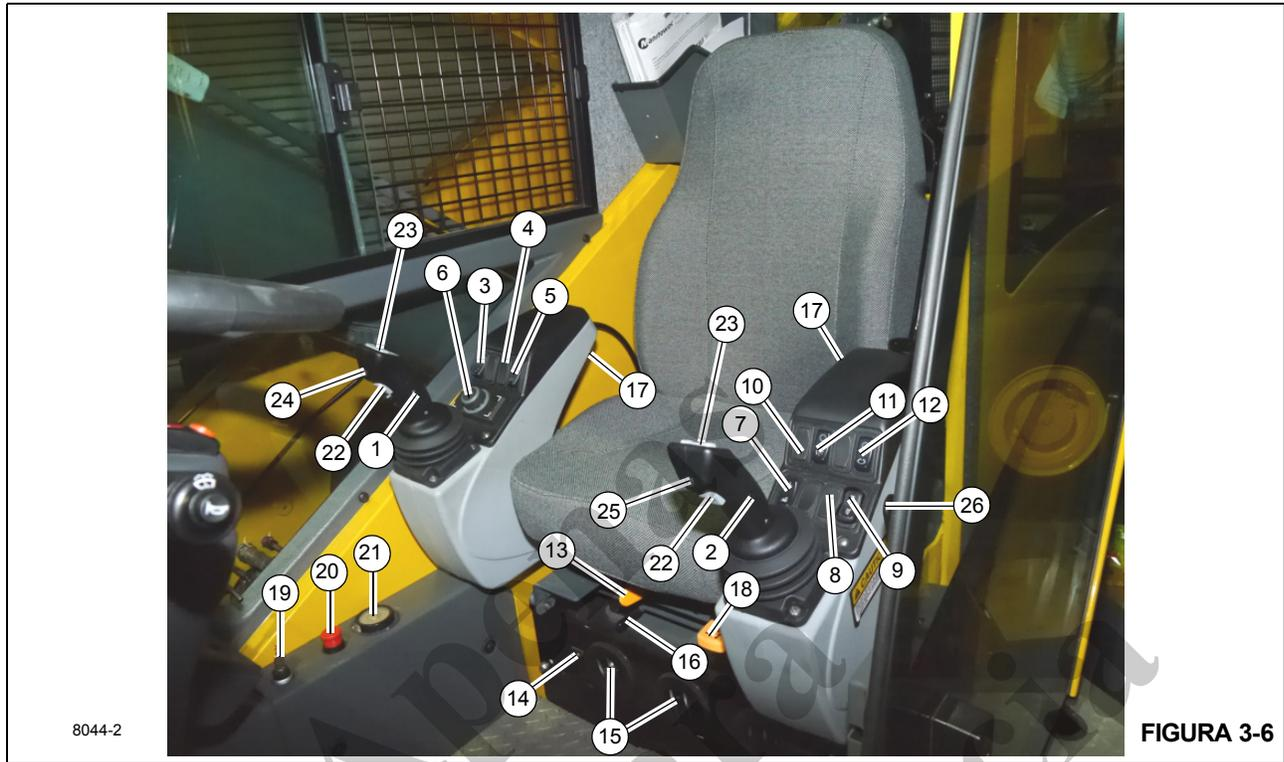

Figura 3-6 Números dos itens
A alavanca de controle de elevação da lança/guincho principal (1) (Figura 3-6) localiza-se no apoio de braço direito. Quando empurrado para a direita o controlador abaixa a lança, empurrado para a esquerda ele eleva a lança.
A alavanca de controle do giro/telescópio ou do giro/guincho auxiliar (Swing/Tele ou Swing/Aux) (2) (Figura 3-6) localiza-se na extremidade do apoio de braço esquerdo. A alavanca controla o giro e, quando o guindaste não está equipado com um guincho auxiliar, as funções do telescópio. Quando equipado com um guincho auxiliar, a alavanca controla as funções do guincho auxiliar e de giro e as funções do telescópio são controladas por meio de um pedal.
A chave de ativação do guincho principal (3) (Figura 3-6) é uma chave temporária localizada no apoio de braço direito. Pressione uma vez para ativar o guincho; pressione novamente para desabilitar o guincho. Pressionar a chave duas vezes rapidamente ativa o guincho em velocidade máxima. Pressionar uma vez e segurar a chave por cerca de 2 segundos também ativa velocidade máxima.
A chave de contorno de elevação da lança (4) (Figura 3-6) é uma chave de duas posições que, quando instalada, localiza-se no apoio de braço direito. Quando a função de elevação estiver ativada em uma condição de bloqueio do RCL, ativar a chave de contorno de elevação da lança ativará a elevação da lança.
A chave de ativação da função de elevação (5) (Figura 3-6) é uma chave temporária que ativa a elevação e o abaixamento da lança.
O controle do indicador de solavanco (6) (Figura 3-6) está localizado no descanso de braço direito. Ele seleciona e escolhe funções nas telas para navegar pelo Sistema de controle do guindaste.
A chave de ativação da função de elevação do estabilizador (7) (Figura 3-6) permite que o operador alterne entre extensão/retração dos estabilizadores e elevação/abaixamento dos macacos. Pressione e segure essa chave para forçar o mostrador inferior a alternar a página do estabilizador.
A chave de bloqueio do diferencial (8) (Figura 3-6) localiza-se no apoio de braço esquerdo. Ela aciona a função de bloqueio do diferencial para obter uma melhor tração, quando a tração em quatro rodas estiver selecionada, em superfícies de ruas ou estradas ruins. Ela pode ser ativada por um máximo de 30 segundos por vez.
A chave de controle da direção traseira (9) (Figura 3-6) tem três posições, centralizada por mola na posição desligada e está localizada no apoio de braço esquerdo. Pressione a parte inferior da chave para acionar uma válvula de controle para virar as rodas traseiras para à esquerda fazendo com que o guindaste vire para a direita. Pressione a parte superior da chave para acionar uma válvula de controle para virar as rodas traseiras à direita fazendo com que o guindaste vire para a esquerda. Quando as rodas não estiverem centralizadas, o ícone Rodas não centralizadas acende no mostrador
A chave de ativação do guindaste auxiliar (10) (Figura 3-6) localiza-se no apoio de braço esquerdo. Ela ativa o guindaste auxiliar e configura a mesma velocidade alta que a chave de ativação do guindaste principal define para o guindaste principal.
A chave de ativação do telescópio da lança (11) (Figura 3-6) localiza-se no apoio de braço esquerdo. Ela ativa a função de telescópio da lança para o Pedal de controle do telescópio, ou para a alavanca de controle (joystick) se não houver guindaste auxiliar.
A chave de ativação de giro (12) (Figura 3-6) localiza-se no apoio de braço esquerdo. Esta chave de duas posições (Ligado/Desligado) é usada para controlar uma válvula hidráulica que direciona um fluxo regulado de pressão do e para o freio de giro. Quando o joystick mover-se para girar o guindaste, o freio é solto. Quando o guindaste parar de girar, o freio de giro é reativado.
Movendo a alavanca de deslizamento do assento (13) (Figura 3-6) fará com que apenas o assento deslize para a frente ou para trás.
A unidade climática do ar-condicionado/aquecedor da cabine (14) (Figura 3-6) localiza-se na cabine, sob o assento do motorista. As saídas (15) fazem parte da unidade climática e podem ser ajustadas para direcionar o fluxo de ar.
Mover a alavanca de deslizamento da estrutura do assento (16) (Figura 3-6) deslizará o assento e os apoios de braço para a frente ou para trás.
Os apoios de braço esquerdo e direito e os controles dos apoios de braço podem ser ajustados por meio dos botões de ajuste (17) (Figura 3-6) localizados embaixo da parte traseira dos apoios de braço. Pressione o botão para girar todo apoio de braço, e solte o botão na posição desejada.
Para ajustar a altura do assento, eleve a alavanca de ajuste de altura (18) (Figura 3-6) e ajuste o assento conforme a necessidade.
A Chave de contorno (cancelamento) do RCL (19) (Figura 3-6) é do tipo momentânea. Gire a chave no sentido horário para contornar o Indicador de 3ª volta e a Chave anti-colisão do moitão. Ele permanecerá contornado apenas enquanto a chave permanecer nessa posição.
A chave de parada de emergência do guindaste (20) (Figura 3-6) localiza-se no console direito da cabine do guindaste e é usada para desligar o motor do guindaste. Pressione o botão vermelho para desligar o motor, o que acende o ícone de parada de emergência no mostrador operacional CCS. Gire e puxe o botão para retomar a operação normal.
O indicador de nível (21) (Figura 3-6) localiza-se na lateral direita da cabine, ao lado da chave de parada de emergência. O indicador fornece ao operador um auxílio visual para determinar o nivelamento do guindaste.
As chaves de homem-morto (22) (Figura 3-6) estão localizadas na frente das duas alavancas de controle. Qualquer uma dessas chaves pode ser usada ao invés da chave do assento para manter as funções do guindaste ativas.
As chaves de alternância da alta velocidade do guincho (23) (Figura 3-6) são chaves com mola de retorno centralizadas de duas posições operadas por polegares. Pressionar o lado direito mantém a velocidade alta até que ela seja desativada; ao pressionar o lado esquerdo, o aumento de velocidade é temporário.
O botão de buzina (24) (Figura 3-6) localiza-se na parte superior da alavanca de controle direita. O botão faz o barulho da buzina durante operações com o guindaste.
O botão de giro livre (25) (Figura 3-6) localiza-se na parte superior da alavanca de controle esquerda. O botão de giro livre libera o freio de giro e permite que a lança seja centralizada acima da carga.
Use a alavanca de liberação da porta da cabine (26) (Figura 3-6) para abrir e fechar a porta da cabine do lado de dentro da cabine.
Os indicadores de rotação do guincho (27) (Figura 3-6 Números dos itens) para os guinchos auxiliar e principal
localizam-se na parte superior de cada alavanca de controle (1, 2) (Figura 3-6). Cada indicador é acionado eletronicamente por um sinal de entrada originado por um sensor fixado ao guincho correspondente e por um sinal de saída de um módulo de controle. Cada alavanca de controle do guincho (1, 2) pulsa quando o guincho correspondente estiver em funcionamento de maneira a ser sentida pelo polegar do operador.
Esta chave (28) (Figura 3-6 Números dos itens) localiza-se no assento. É necessário que o operador esteja no assento ao ativar a chave antes que quaisquer funções do guindaste possam ser acionadas.